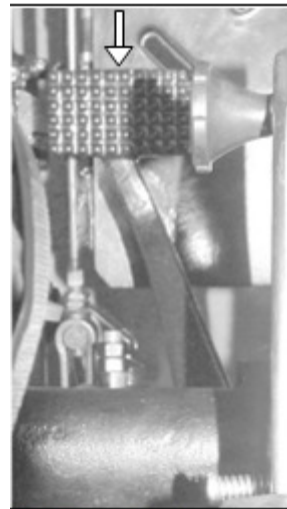

Fig. 77
2. Empuje hacia abajo el pedal de traba de diferencial (Fig. 77) con su talón para conectar la traba de diferencial.